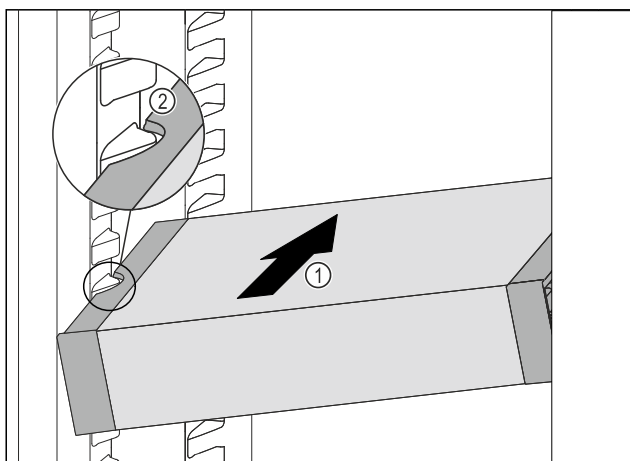

Fig. 110
- Inserire VarioSafe ad angolo nel vano frigorifero Fig. 110 (1), fino a quando le cavità laterali Fig. 110 (2) di VarioSafe non si trovano al livello della nervatura del contenitore nel vano frigorifero.